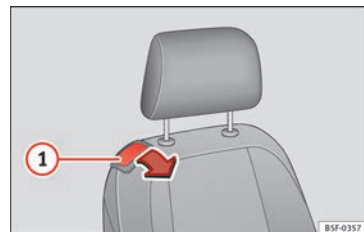

Fig. 108 Siège du passager avant : levier pour rabattre le dossier.
- Tirez le levier ❶ » fig. 108 et appuyez sur le dossier vers l'avant de façon à ce que le dossier se trouve en position horizontale.